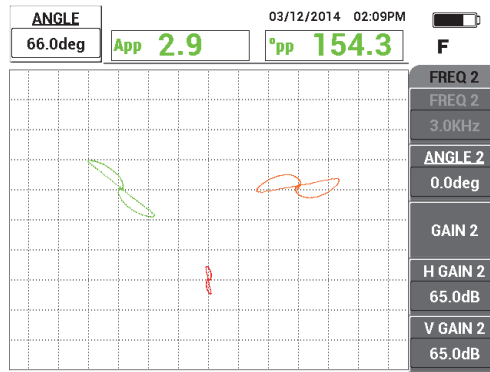

Figura 5-137 Ajuste a fase do sinal da frequência 1
3. Pressione a tecla ANGLE (◁) e, em seguida, gire o sinal da frequência 1 (verde) até o sinal da abertura chegar a 40° (aproximadamente) [veja Figura 5-137 na página 228].